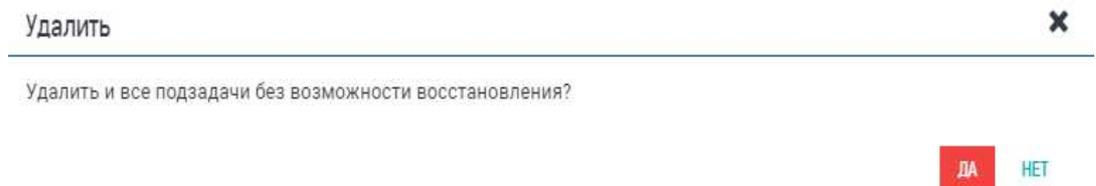

Рисунок 83 — Форма подтверждения удаления
- Выберите пункт «Удалить» (пункт доступен, если у проекта нет дочерних элементов). Система откроет окно для подтверждения удаления проекта (см.рис.83);